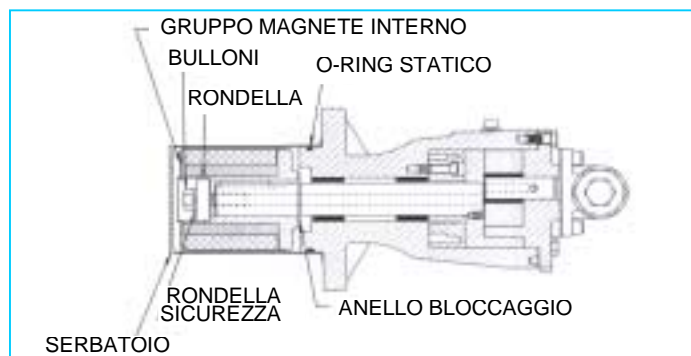

FIGURA 34
3. Installare l'anello di bloccaggio esterno sull'albero della pompa. Far scivolare il gruppo del magnete interno sull'albero in modo che tocchi contro l'anello di bloccaggio. Installare rondella, rondella di sicurezza e bullone per fermare il magnete (**Vedere Figura 34**). Inserire una barra di ottone attraverso una connessione, tra due denti del rotore e stringere il bullone.